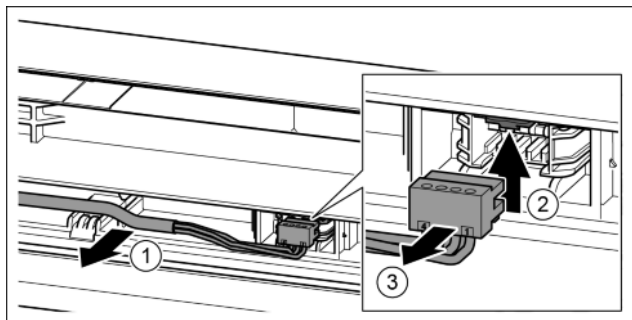

Fig. 19
- ▶ Sortir délicatement le câble gris du guide. Fig. 19 (1)
- ▶ Pousser la languette vers le haut. Fig. 19 (2)
- ▶ Sortir délicatement le connecteur. Fig. 19 (3)